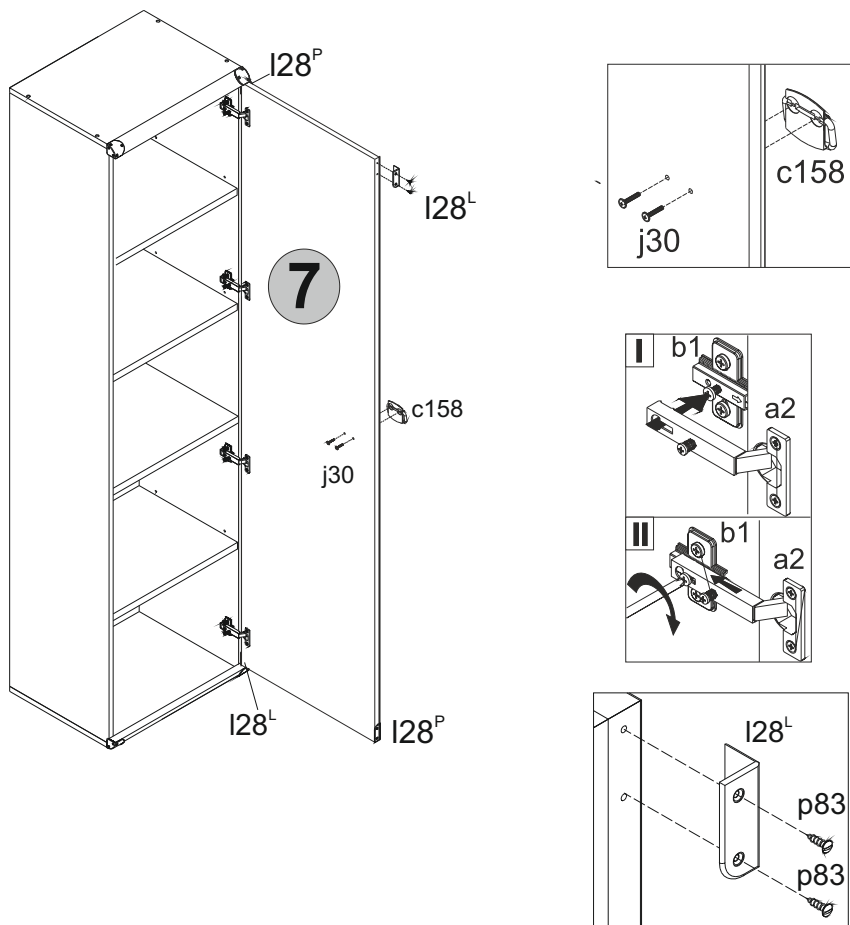

Рис. 3
- 5.13 Положить дверь **7** фасадной поверхностью вниз на ровную поверхность. Закрепить на двери петли шарнирные **a2**, пользуясь крестообразной отверткой (см.рис.3).
- 5.14 Навесить дверь на корпус шкафа, совместив петли шарнирные **a2** с направляющими петель **b1** (см.рис.3). При необходимости отрегулировать положение дверь вращая регулировочные винты, как показано на **рисунке 3**.